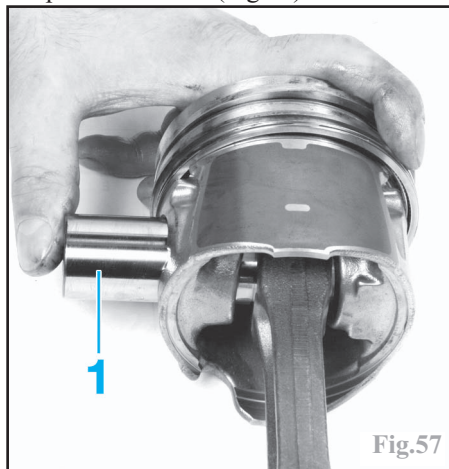
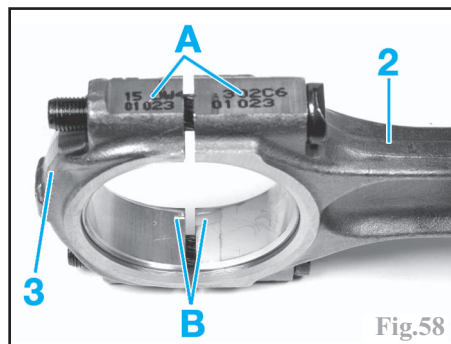

Fig.57
Fig.58
Effectuer l'assemblage de chaque ensemble bielle-piston, en huilant les axes (1) (Fig.57) en respectant le sens de montage de la bielle par rapport au piston. Les repères (A) doivent se trouver du côté échappement et correspondent à ceux des chapeaux de bielle (Fig.58).
Monter dans leur chapeau, les coussinets huilés suivant la classe déterminée pour chaque maneton. Ils doivent parfaitement être centrés sur la bielle (2) et le chapeau (3). Les encoches (B) doivent être alignées et se trouver au côté opposé aux repères (A) (Fig.58).